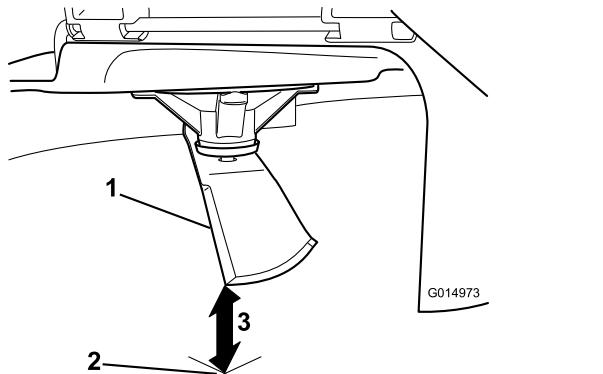

Figura 91
- Mida desde la punta de la cuchilla hasta la superficie plana (Figura 91).